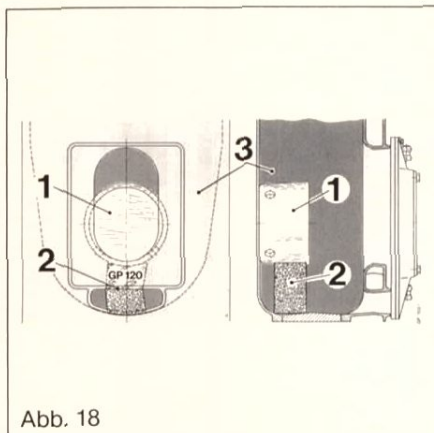

Abb. 18
- Flammenleitstein (1) auf Sockelstein (2) gemäß Abb. 18 im Feuer-